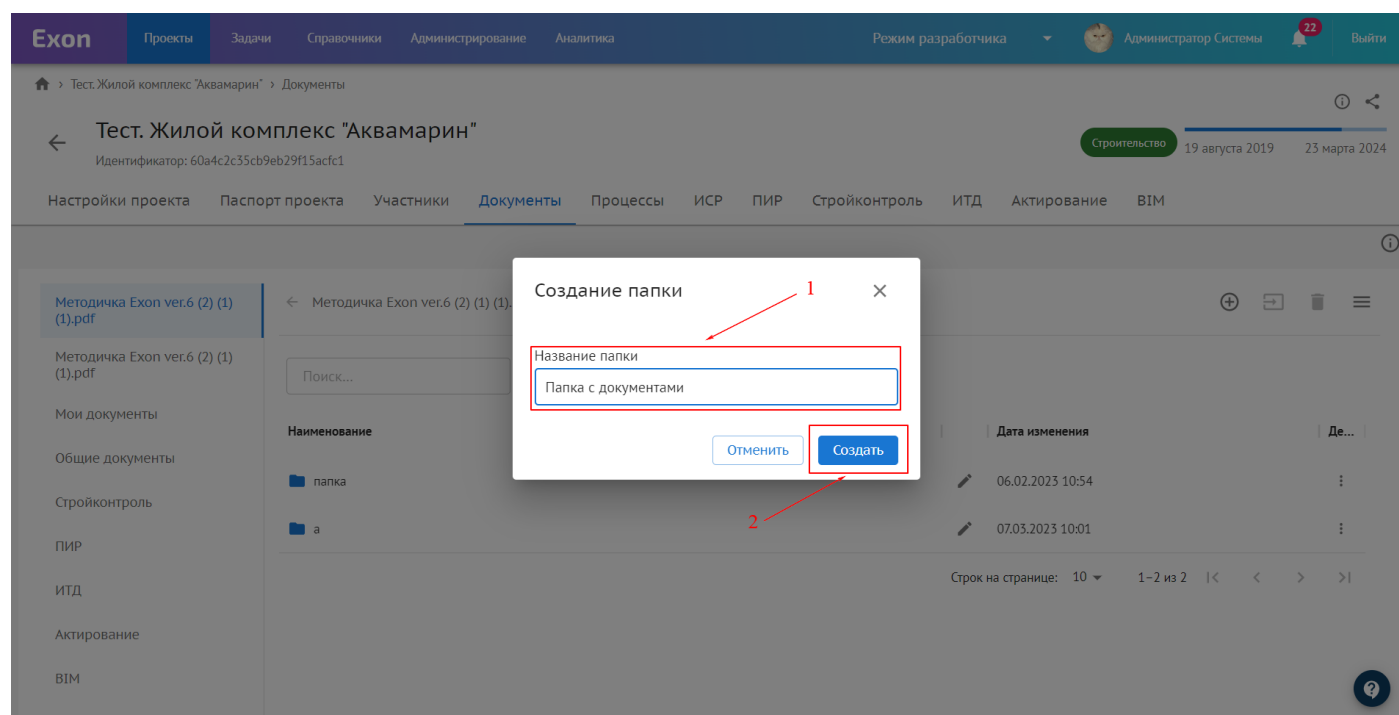

Рис. 43 – Создание папки
3. При выборе действия «Создать папку» необходимо ввести наименование папки (1) и нажать «Добавить» (2) (рис. 43);